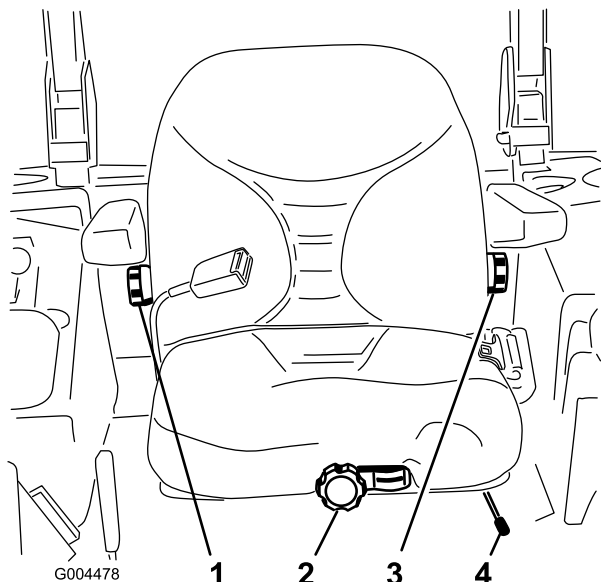

図 35
1. 調整は、レバーを横に動かしてシートロックを解除して行う(図 35)。
運転席に座らずに、座席前部にあるノブを、オペレータの体重に合わせてセットします(図 35)。
調整は、右側アームレストの下にあるノブを回して行います(図 35)。
調整は、左側アームレストの下にあるノブを回して行います(図 35)。